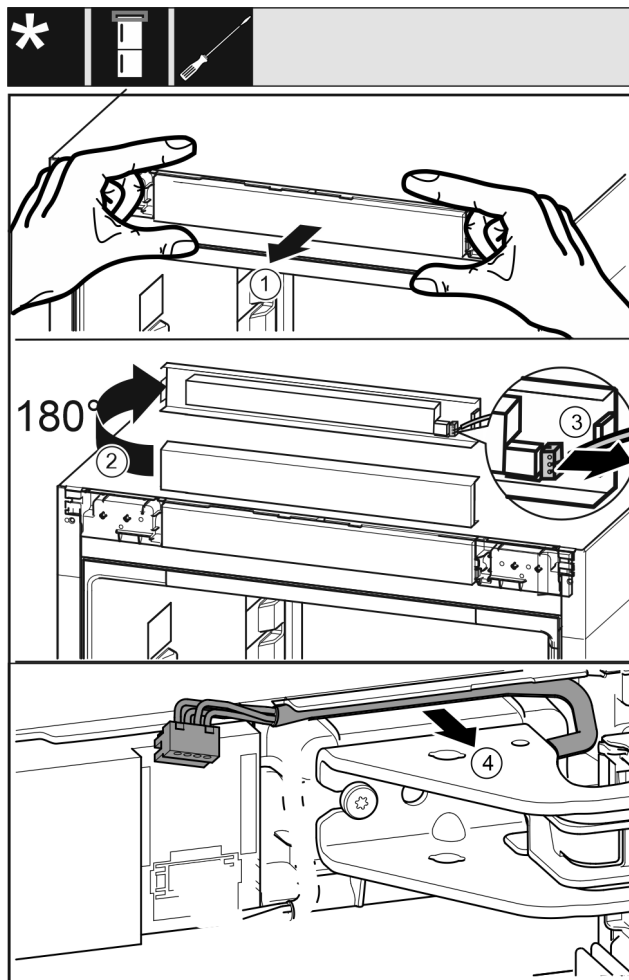

Fig. 19
- ▶ Λύστε την πρόσοψη χειρισμού της συσκευής προσεκτικά προς τα εμπρός. Fig. 19 (1)
- ▶ Περιστρέψτε την πρόσοψη χειρισμού προς τα επάνω κατά 180°. Fig. 19 (2)
- ▶ Πιέστε την προεξοχή ασφάλισης προς τα πίσω και τραβήξτε προσεκτικά έξω το φιν. Fig. 19 (3)
- ▶ Απελευθερώστε το καλώδιο πάνω από το στηρίγμα προσεκτικά από τον οδηγό. Fig. 19 (4)